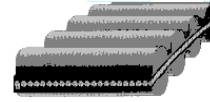

Fig. 4^A
- Correias Duplo "V" ou sextavadas - correias unidas opostamente uma a outra, para trabalhar no sistema serpentina (utilizando os dois lados da correia) (fig. 4).